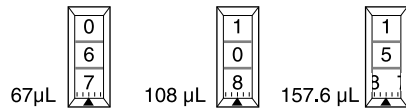

图 4: 量程示例
4. 将量程锁转至“锁定”位置（上方图 2），以防改变量程设置。用于 200 L 型号的部分量程在图 4 中显示。